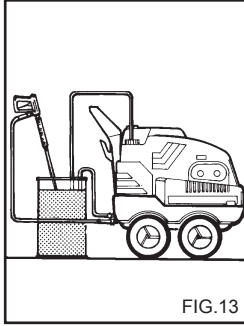

FIG.13
**OPERATIONS POUR L'UTILISATION DE L'ANTIGEL. (fig. 13)**